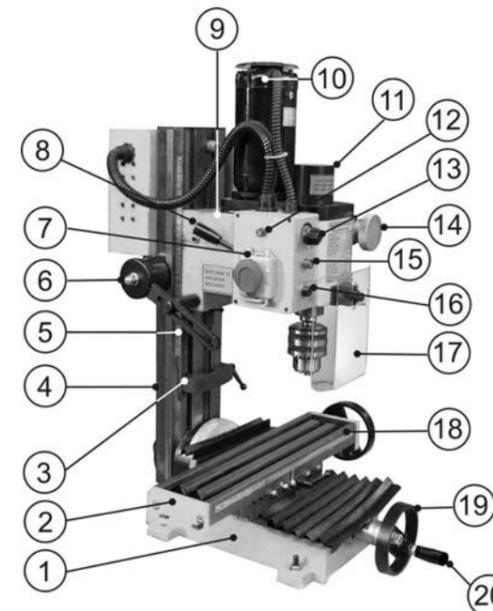
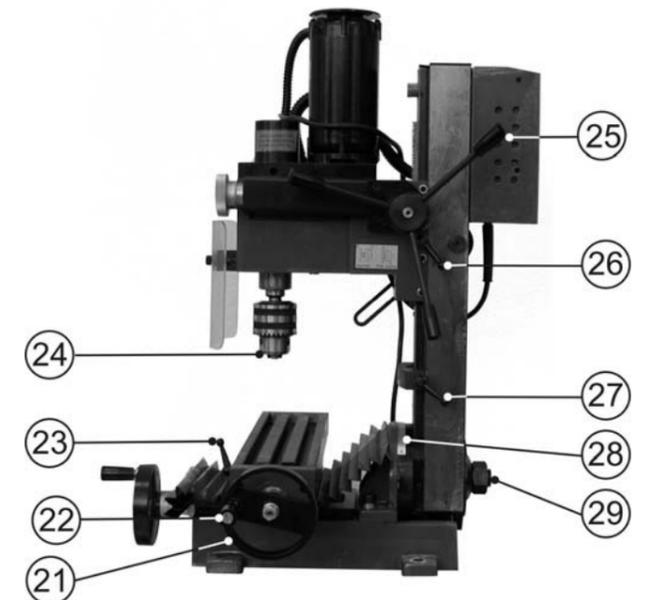
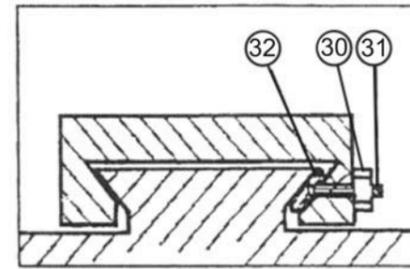

Рис.3.
Рис.4.
Рис.5
7.1. Станок состоит из следующих сборочных единиц и деталей (Рис.3, 4)
8.2. Сборка маховиков (Рис. 3, 4)
8.3. Установка патрона (Рис. 3, 4)
- 9.1.1. Ослабьте все контргайки (30) и винты (31) клина (32) равномерно, Рис. 5. Закручивая винты (31), Рис. 5, прилагайте одинаковый крутящий момент к каждому винту. Необходимо удерживать стол (2), Рис. 3. Проверьте с помощью осторожного поворота маховика продольной подачи стола (21), Рис. 4, плавность и равномерность продольного перемещения стола.
9.1.2. Если движение затруднено, вывинтите каждый регулировочный винт (31) только на одну четвертую оборота и затяните контргайки (30), Рис. 5.
9.1.3. Проверьте еще раз плавность и равномерность продольного перемещения стола, поворачивая маховик продольной подачи стола (21), Рис.4. Движение должно быть равномерным и плавным по всей длине перемещения стола.
9.1.4. Если движение слишком свободное, заверните все регулировочные винты (31) на одну восьмую оборота и затяните контргайки (30), Рис.5. Проверьте еще раз плавность и равномерность продольного перемещения стола.
9.1.5. Затяните все контргайки (30), соблюдая осторожность, чтобы не сместить регулировочные винты (31) клина (32), Рис.5.
9.1.6. После проведенной регулировки полностью выдвиньте стол (2), Рис.3, и смажьте все сопрягаемые поверхности и резьбу ходового винта.
9.3.1. Регулировка поперечной подачи стола выполняется также как регулировка продольной подачи стола (см. п. 9.1). Регулировочные винты находятся на станине (1), Рис.3.
10.1. Подготовка к работе (Рис. 3, 4)